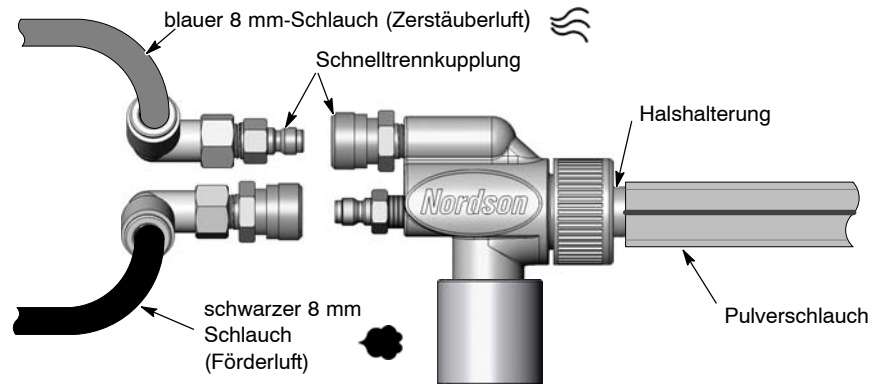

Abb. 2-8 Pumpe montieren
1. Den blauen Schlauch für Zerstäuberluft und den schwarzen Schlauch für Förderluft in die Pumpenschlauchanschlüsse stecken. Siehe Abb. 2-8.